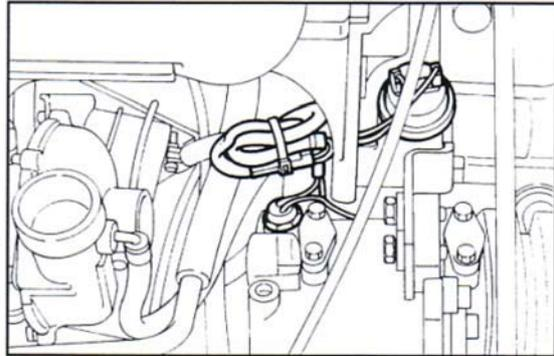

Fig. 8 ▼
- tagliare la fascetta cablaggio e scollegare i connettori del compressore condizionatore e del bulbo pressione olio (**Fig. 8**);
- cut the cable strap and disconnect the connectors of the air conditioner compressor and of the oil pressure bulb (**Fig. 8**);
- tagliare la fascetta cablaggio e scollegare i connettori del compressore condizionatore e del bulbo pressione olio (Fig. 8);
- cut the cable strap and disconnect the connectors of the air conditioner compressor and of the oil pressure bulb (Fig. 8);